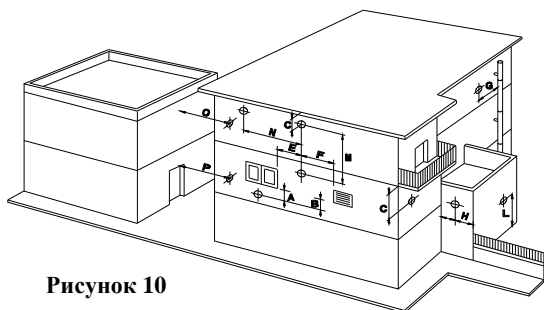

Рисунок 10
- Расположение оголовков дымовых труб относительно конструктивных элементов здания в зависимости от установленной тепловой мощности и способа отвода продуктов сгорания (табл. 3, рис. 10)